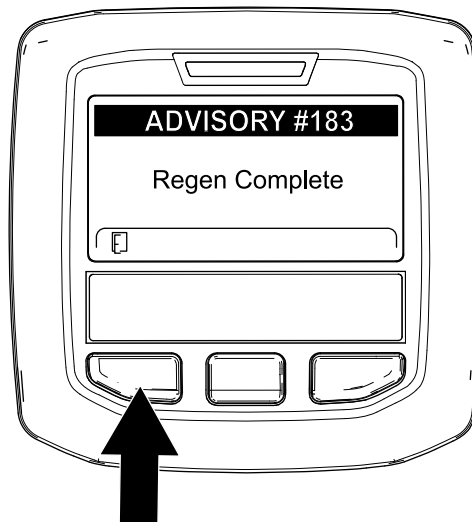

Рисунок 65
9. Когда компьютер двигателя завершает процесс стационарной или восстановительной регенерации, на дисплее инфо-центра появляется ИНФОРМАЦИОННОЕ СООБЩЕНИЕ № 183 (Рисунок 65). Для перехода на главный экран нажмите левую кнопку.
Примечание: Если регенерацию не удалось завершить, на дисплее инфо-центра появляется информационное сообщение № 184 (Рисунок 65). Для перехода на главный экран нажмите левую кнопку.